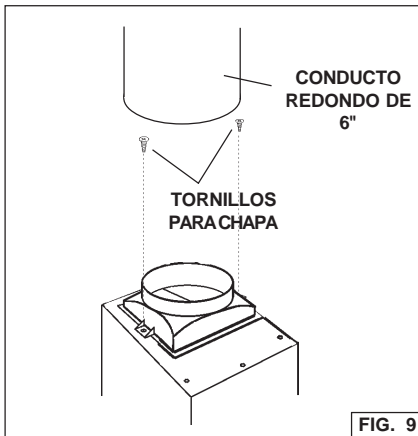

FIG. 9
1. Apriete el collarín de descarga al soporte del ventilador con dos tornillos metálicos. Compruebe que el collarín no se extiende más allá del canto del soporte de ventilador. Fig. 9.
2. Coloque un conducto metálico redondo de 6" suficientemente largo para llegar a las tuberías del techo. Enciente todas las conexiones dejándolas firmes y estancas. Fig. 9